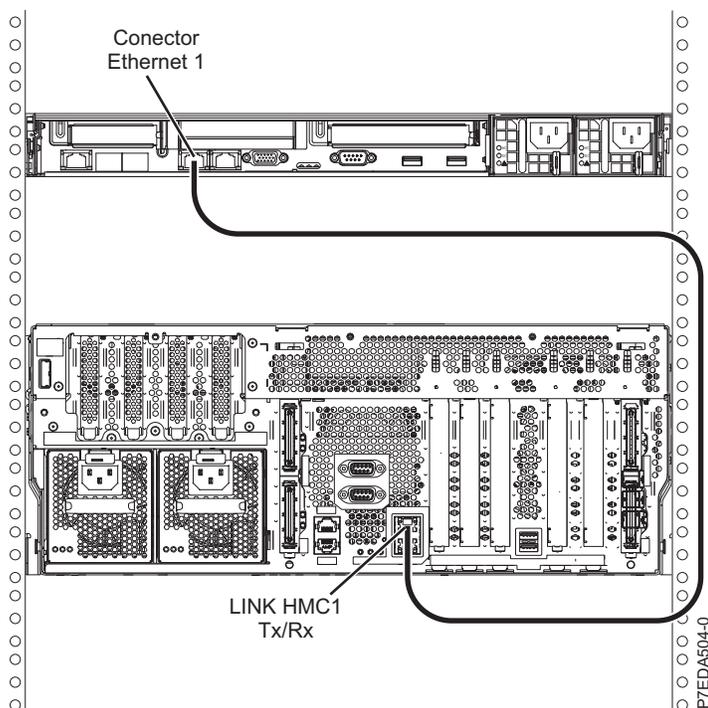

Figura 19. Conexión de la HMC al sistema gestionado
1. Si desea conectar directamente la HMC al sistema gestionado, conecte el **Conector Ethernet 1** de la HMC al puerto **HMC1** del sistema gestionado, tal como se muestra en la Figura 19.